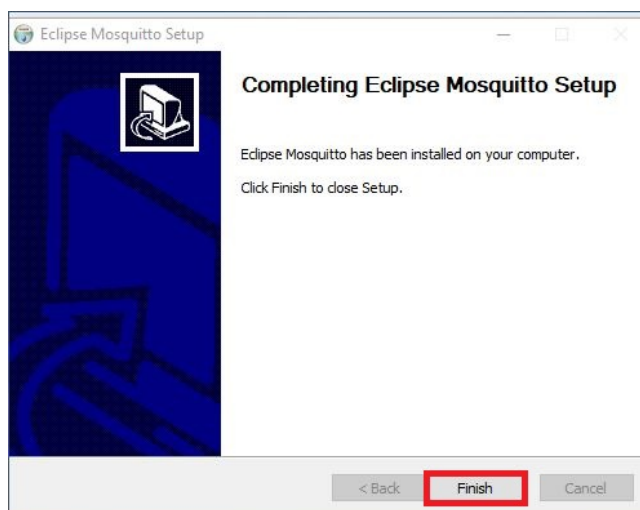

Figura 4.8: Termine installazione Fast Mode
8. Cliccare su "Finish" per terminare l'installazione del Fast Mode, figura 4.8.